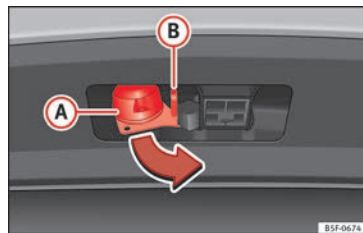

Fig. 232 Girar el conector de 13 polos
- Agarre el conector de 13 polos por la zona (A) y extraígallo en el sentido de la flecha »» fig. 232.
- Agarre el conector de 13 polos por la zona (A) e introdúzcalo en el sentido contrario al de la flecha »» fig. 232.
El ojal de seguridad (B) »» fig. 232 sirve para enganchar el cable de retención del remolque.